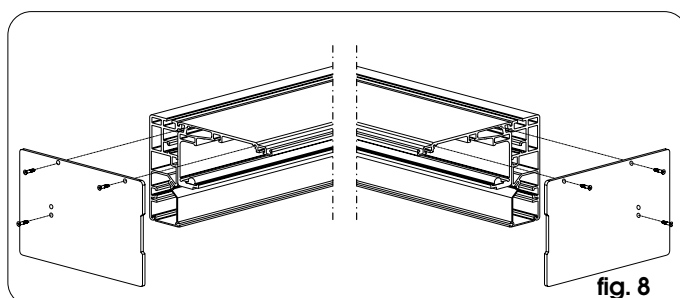
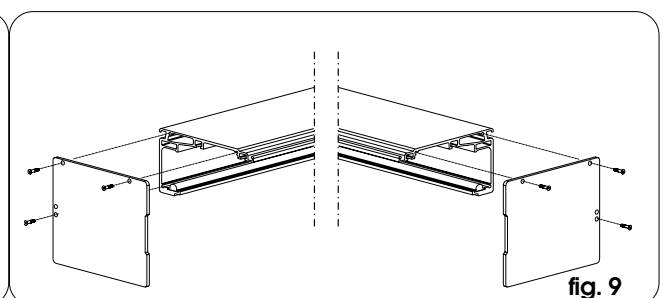

fig. 8
fig. 9
• Applicare i fianchetti laterali come in fig. 8 e fig. 9.